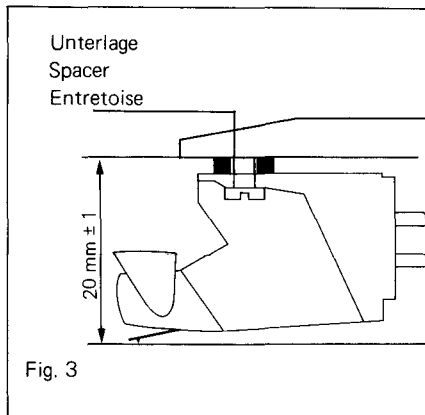

Fig. 3
- Tonabnehmer provisorisch auf den Tonarm aufschrauben. Achtung je nach Tonabnehmerart richtige Unterlage wählen (Fig. 3). Bei Tonabnehmer mit weniger als 6 g Gewicht muss zusätzlich noch die Messingunterlage verwendet werden.
- ...an Tonabnehmer-Absenkeinstellschraube (C)
- Das Einstellen der Auflagekraft erfolgt durch Verstellen der Schlitzschraube (D).
- Position cartridge in place, insert its mounting screws and tighten them just enough so that the cartridge can still be moved with a little pressure. Important: select correct spacer height depending on the type of cartridge (fig. 3). If the cartridge has less than 6 g weight include the brass spacer.
- ...with screw (C) adjusting the maximum cartridge lowering depth.
- The stylus force can be corrected by adjusting the slotted-head screw (D).
- Vissez provisoirement le phonocapteur au bras de lecture, en ayant soin d'utiliser les entretoises convenant au phonocapteur (fig. 3). Si le phonocapteur n'a plus que 6 g, montez aussi l'entretoise en bronze.